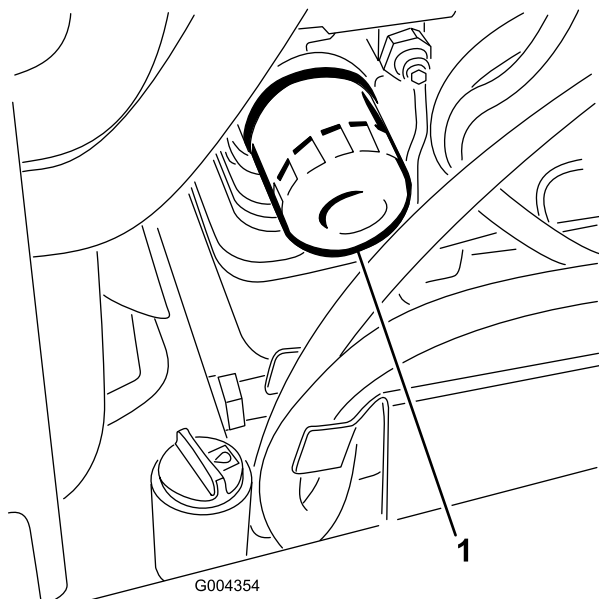

Figura 44
3. Togliete il filtro dell'olio (Figura 44).